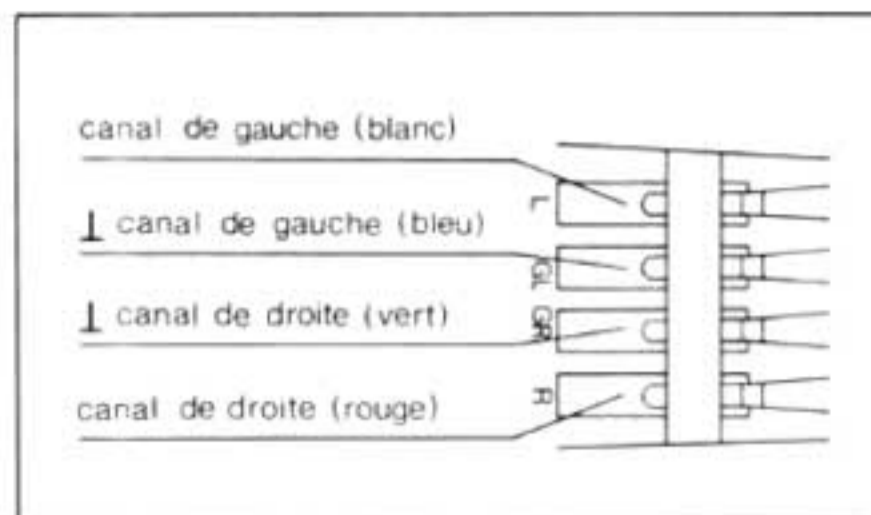

Fig. 13
3. Les connexions sur le support sont marquées, les fils étant de couleur différente (fig. 13). Reliez les fils de connexion du support avec les broches correspondantes de la cellule.